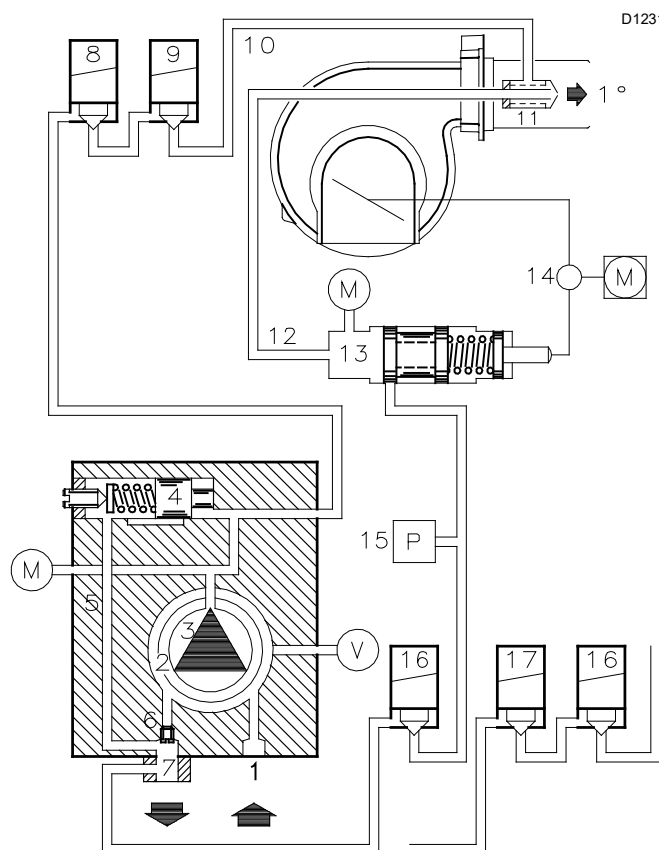

Fig. 20
Sono installate sul bruciatore con il bypass chiuso dalla vite 6)(Fig. 20).
- rimuovere la vite 6)(Fig. 20) (bypass aperto) prima di effettuare i collegamenti idraulici;